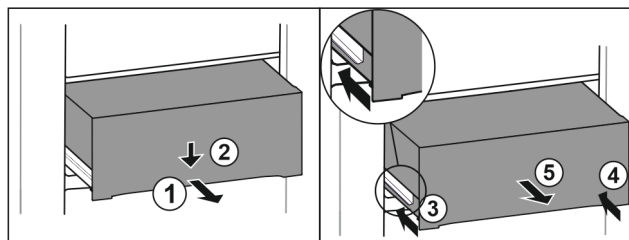

Fig. 88
- ▶ Izvucite ladicu na pola. Fig. 88 (1)
- ▶ Pritisnite ladicu naprijed prema dolje. Fig. 88 (2)
- ▶ Gurnite lijevu vodilicu za oko 2 cm. Fig. 88 (3)
- ▶ Gurnite desnu vodilicu za oko 2 cm. Fig. 88 (4)
- ▶ Izvadite ladicu prema naprijed. Fig. 88 (5)